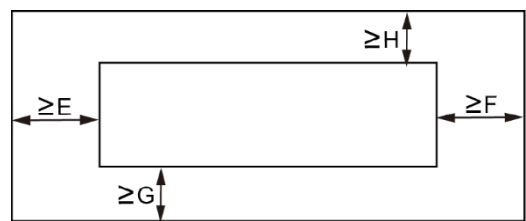

Fig. 3.2.3
- 8 Deve ser deixado um espaço livre à volta da unidade para a ligação dos tubos, conforme indicado na Fig. 3.2.3.